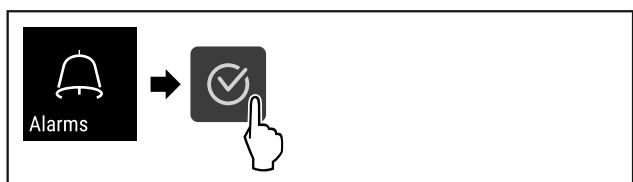

Fig. 96
- ▶ Izvedite zahtevane korake (glejte Fig. 96).
- ▶ Izvedite zahtevane korake (glejte Fig. 96) .